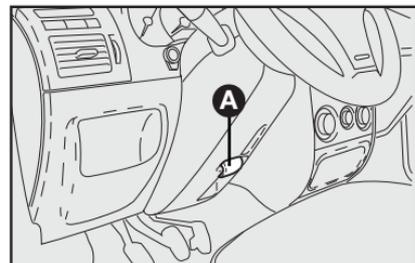
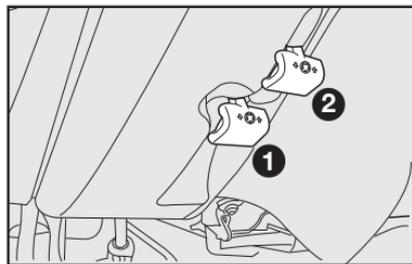

fig. 10
fig. 11
VOLANTE - fig. 10 y 11
- 1) Desplace la palanca A-fig. 10 hasta la posición 2-fig. 11.
- 3) Vuelva a poner la palanca en la posición 1-fig. 11 para trabar nuevamente el volante.